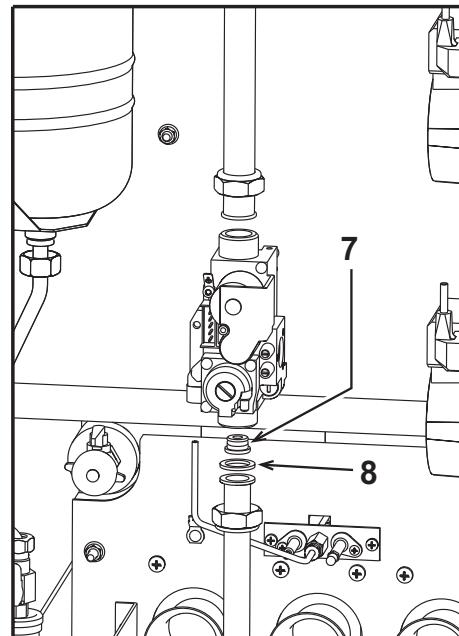

рис. 18 - Газовая диафрагма
**!** Чтобы перенастроить котел с **природного газа (метана)** на **сжиженный газ**, необходимо удалить газовую диафрагму, которая находится между вентилем и трубопроводом коллектора (поз. 7 - рис. 18).
Чтобы переналадить котел с **сжиженного на натуральный газ**, необходимо вставить газовую диафрагму и соответствующую прокладку (поз. 7 и 8 - рис. 18). Корректная газовая диафрагма для каждой модели котла указана в таблице с техническими данными в сез. 5.3.